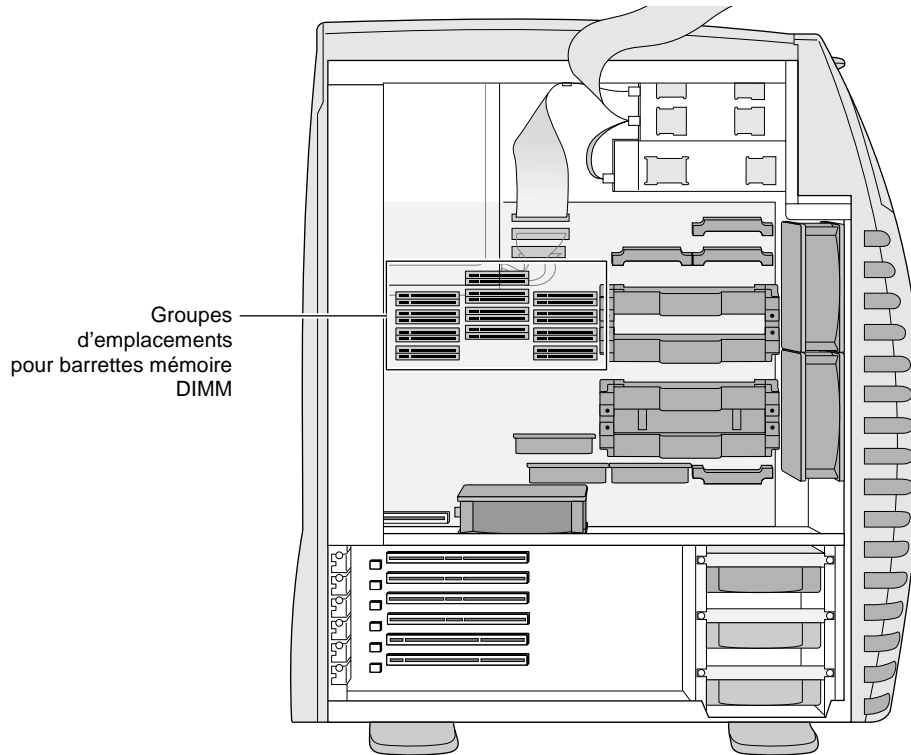

Figure 3-3 Repérage des groupes d'emplacements de barrettes mémoire DIMM
- Repérez les groupes d'emplacements de barrettes mémoire DIMM situés au centre de la carte mère, comme indiqué à la Figure 3-3.